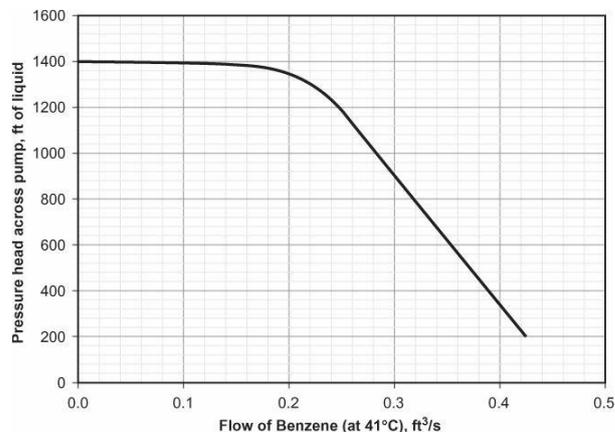
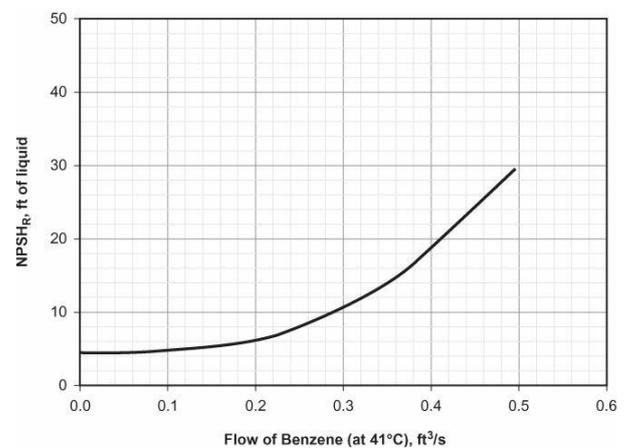

Figura 1: Curva de performance
Figura 2: Curva de NPSHr
- b) Localice el punto de operación en ambos gráficos en Figura 1 y Figura 2.